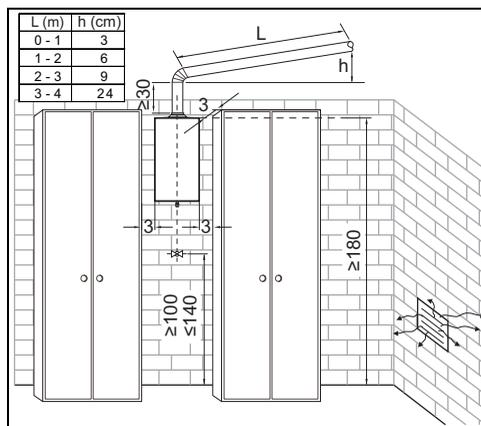

Fig. 11 Distancias mínimas (en cm)
- ▶ Respetar las medidas mínimas de instalación indicadas en la Fig. 11.
- ▶ Garantizar un buen acceso para realizar los trabajos de mantenimiento respetando siempre las distancias mínimas indicadas en la Fig. 11.